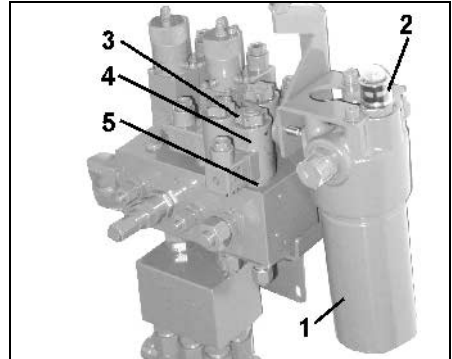

Fig. 58
Während des Betriebes kann die Funktion des Hydraulikölfilters (Fig. 58/1) am Steuerbolck kontrolliert werden.
Anzeige im Kontrollfenster (Fig. 58/2):
- Magnetkappe (Fig. 58/3) abschrauben
- Magnetspule (Fig. 58/4) abnehmen
- Ventilstange (Fig. 58/5) mit Ventilsitzen herausdrehen und mit Druckluft oder Hydrauliköl säubern.